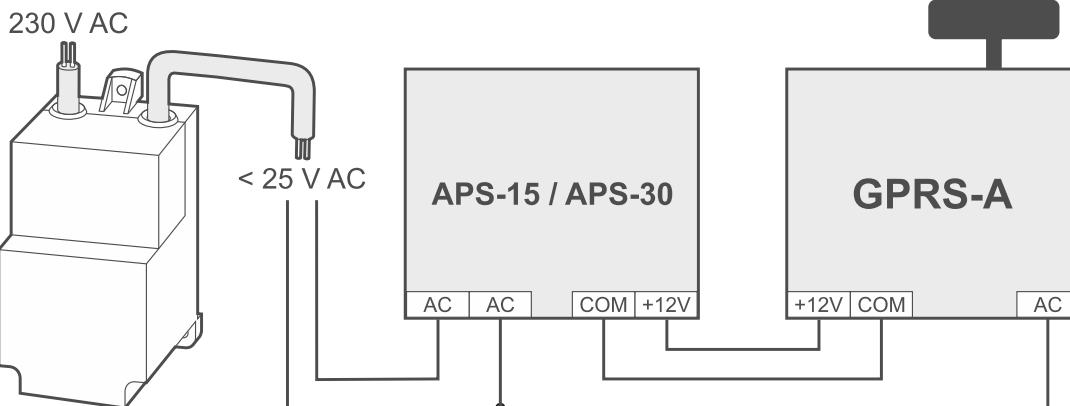

Рис. 7. Пример подключения питания и контроля наличия переменного напряжения, если модуль запитан от блока питания APS-15 / APS-30 компании SATEL.
2. Если модуль запитан от блока питания APS-15 или APS-30 компании SATEL, к клемме входа AC можно подключить провод вторичной обмотки трансформатора, который подает переменное напряжение на блок питания (рис. 7). Это позволит модулю GPRS-A контролировать наличие переменного напряжения.